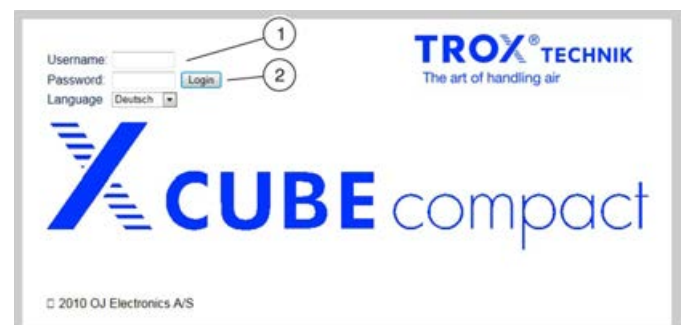

Fig. 50: Iniciar sesión en el servidor web
1. ▶ Introduzca su nombre de usuario (Fig. 50 /1).
3. ▶ Seleccione «Inicie sesión en» (Fig. 50 /2).